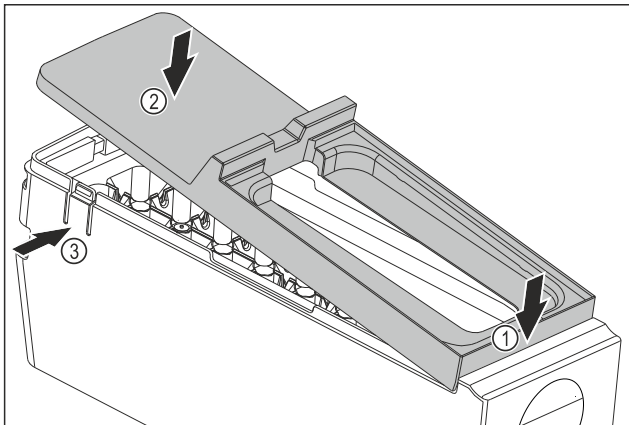

Fig. 134
- ▶ Montera skyddet på EasyTwist-Ice-enheten: Sätt in skyddet framtill. Fig. 134 (1)
- ▶ Sänk ned skyddet baktill. Fig. 134 (2)
- ▷ Skyddet hakar hörbart i båda skenorna Fig. 134 (3).